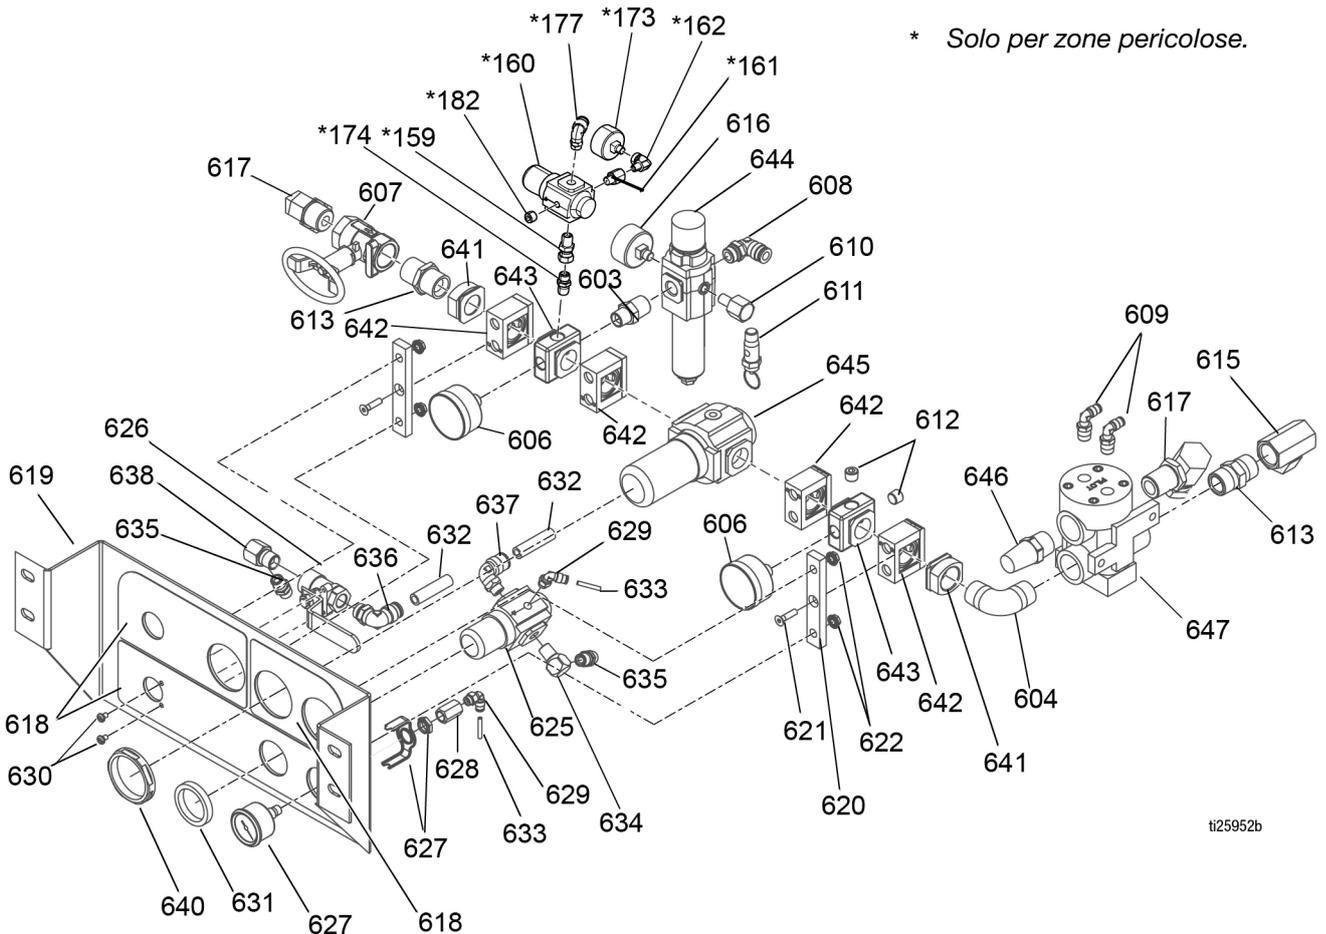

Fig. 5: Gruppo comandi pneumatici (18)
2. Scollegare le linee dell'aria del motore pneumatico (67) e la linea dell'aria del sistema (67).
3. Rimuovere i quattro dadi (17) dalla parte anteriore dei comandi pneumatici (18). Vedere FIG. 5, pagina 25.
4. Estrarre il gruppo (18).
1. **Rimozione del gruppo comandi pneumatici (18).**
2. Rimuovere le due viti (630) dalla parte anteriore della staffa (619) del comando pneumatico. Vedere FIG. 5, pagina 25.
3. Scollegare la linea dell'aria (632) che va al gruppo valvola a sfera (626).
2. Togliere il dado (631) del regolatore e scollegare le linee d'aria (632, 633) che vanno al regolatore (625). Vedere FIG. 5 a pagina 25.
3. Rimuovere il vecchio gruppo regolatore (625) e sostituirlo con uno nuovo.